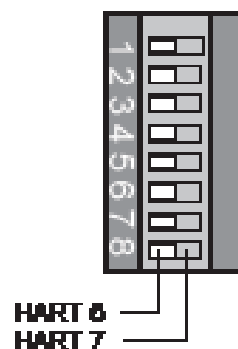

Figura 14: Interruptor DIP para configuración HART
3. Con un instrumento limpio y no conductor, cambie la posición del interruptor DIP de acuerdo a la Figura 14: Interruptor DIP para configuración HART. Después de cambiar el interruptor DIP, el posicionador reconocerá inmediatamente el nuevo protocolo de comunicación HART.